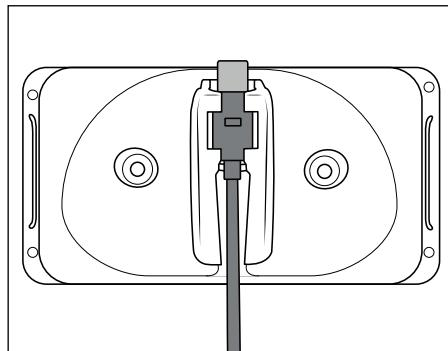
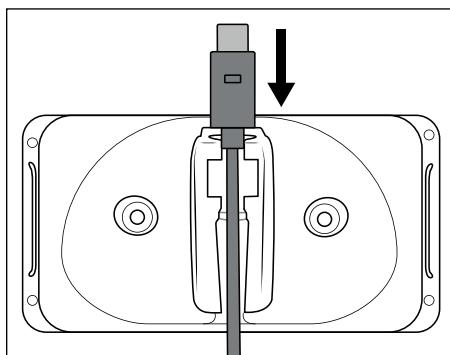

Fig. 2
Fig. 1
- 1) Introduzca el conector USB-C 5 de la fuente de alimentación 4 en el soporte mural 3 (consulte la fig. 1). Deslice el conector USB-C 5 hacia abajo hasta que encastre en el soporte mural 3 (consulte la fig. 2).